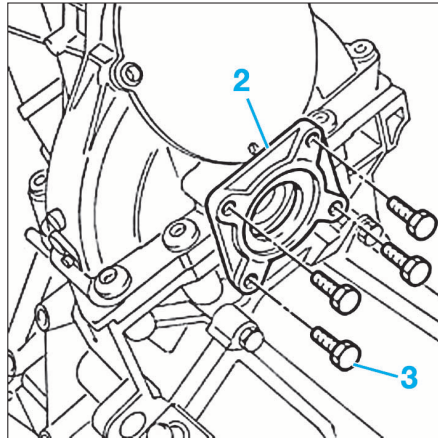

FIG. 3
- Dévisser les vis de fixation (2) et enlever le couvercle pare-huile (3) (Fig.3).